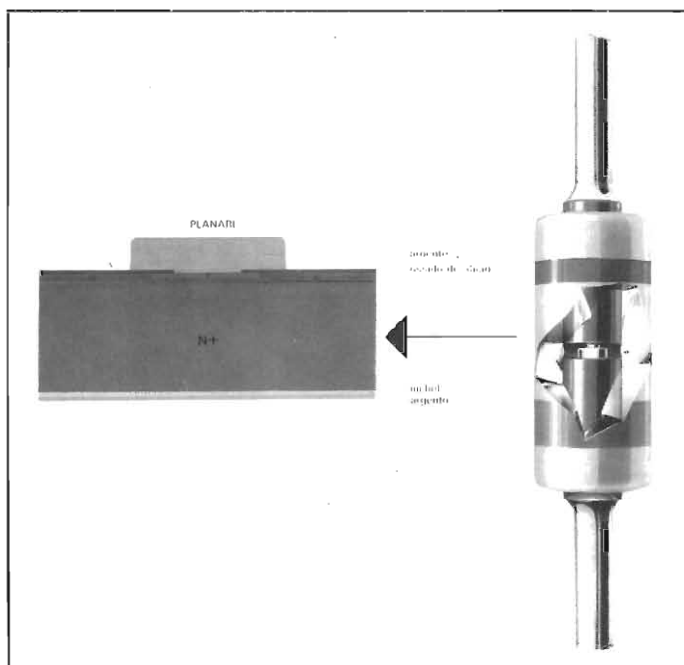

Fig. 240 - Sezione di un diodo «senza baffi» realizzato in tecnologia mesa.
**Wiskerless**, letteralmente significa «senza baffi» e sta ad indicare una nuova tecnologia di costruzione dei diodi. E' noto che nei primi diodi l'effetto raddrizzante era ottenuto da una giunzione p/n formata dal contatto di una punta metallica su una piastrina di materiale semiconduttore (germanio o silicio) e da ciò la denominazione diodi a «baffi» data a questi diodi. Con l'introduzione della tecnologia mesa e planare anche questo vecchio sistema è stato quasi del tutto abbandonato. Secondo queste nuove tecnologie il cristallo di silicio viene inserito tra due cilindretti (di molibdeno per i tipi mesa fig. 240, di dumet per i tipi planari fig. 241) tenuti assieme da un cilindro di vetro calettato sugli stessi. In questa maniera, la corrente risulta distribuita uniformemente su tutta la superficie attiva del cristallo e nello stesso tempo il calore può essere facilmente dissipato attraverso entrambi i cilindretti metallici.